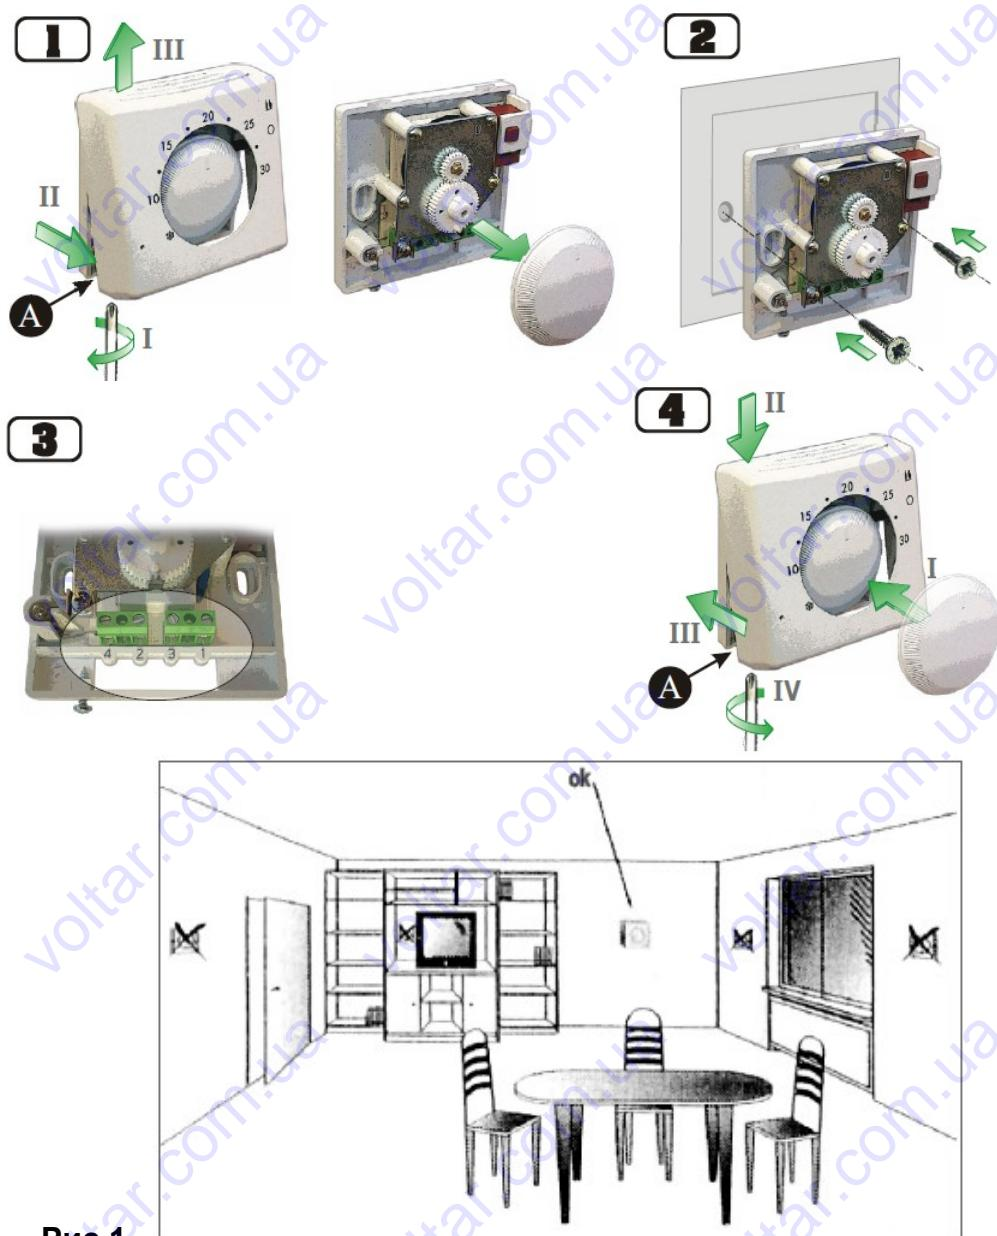

Рис.1
- Не монтировать термостат на сквозняке или вблизи от источника тепла (рис. 1).
1. Открутить винт (A), затем снять крышку и регулировочную ручку (никогда не вращайте опорный вал регулирования, у термостата может сбиться калибровка);
4. Установить крышку и регулирующую ручку обратно и закрепить при помощи винта (A).